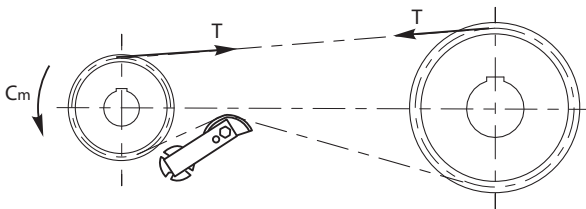
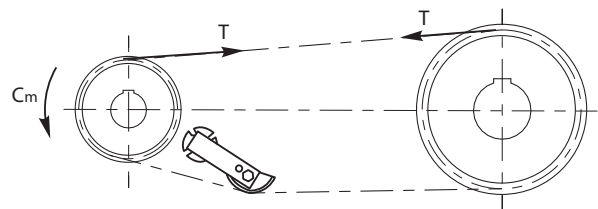

Fig. 1 MONTAGGIO CORRETTO - **CONSIGLIATO**
Fig. 2 MONTAGGIO CORRETTO
Inevitabile risulta, quindi, equipaggiare la trasmissione di un tendicatena automatico, che permetta di recuperare gli allungamenti e assorbire costantemente le vibrazioni. I tendicatena automatici a rotazione devono essere posizionati sul tratto lento della trasmissione il più vicino possibile al pignone motore. Essi possono essere montati sia esternamente alla trasmissione (fig 1) sia internamente (fig 2) privilegiando se possibile il primo caso. I tenditori automatici a rotazione presentano un punto di
*It is therefore inevitable to equip the transmission with an automatic chain tightener, which allows the recovery of stretching and constantly absorbs vibrations. Automatic rotation chain tighteners must be positioned on the loose part of the transmission, as close as possible to the motor pinion. They may be fitted either on the outside of the transmission (fig1) or on the inside (fig 2), preferably the former, if possible. Automatic rotation tighteners present a point of rotation, known as the fulcrum, on which the arm of the tightener*
Es ist deshalb notwendig, den Antrieb mit einem automatischen Kettenspanner auszustatten, der ein Ausgleichen der Kettenverlängerung ermöglicht und konstant die Vibrationen absorbiert. Die automatischen Rotationspanner müssen auf der "lockeren Seite" vom Antrieb montiert werden, und zwar so nahe wie möglich am Antriebsritzel. Sie können sowohl außerhalb vom Antrieb (Abb. 1) als auch innerhalb vom Antrieb (Abb. 2) mon-
*Il est donc nécessaire d'équiper la transmission d'un tendeur de chaîne automatique permettant de récupérer les allongements et d'absorber constamment les vibrations. Les tendeurs de chaîne automatiques à rotation doivent être placés sur le brin mou de la transmission le plus près possible du pignon moteur. Ils peuvent être montés aussi bien à l'extérieur de la transmission (fig. 1) qu'à l'intérieur (fig. 2) en privilégiant si possible le premier cas. Les tendeurs automatiques à rotation présentent un point de rotation, appelé*
Por lo tanto, resulta inevitable equipar la transmisión con un tensor de cadena automático, que permita recuperar los alargamientos y absorber constantemente las vibraciones. Los tensores de cadena automáticos de rotación se tienen que colocar en el tramo lento de la transmisión, lo más cerca posible del piñón motor. Se pueden montar tanto al externo de la transmisión (fig. 1) como al interno (fig. 2), aunque dentro de lo posible se debe privilegiar el primer caso. Los tensores